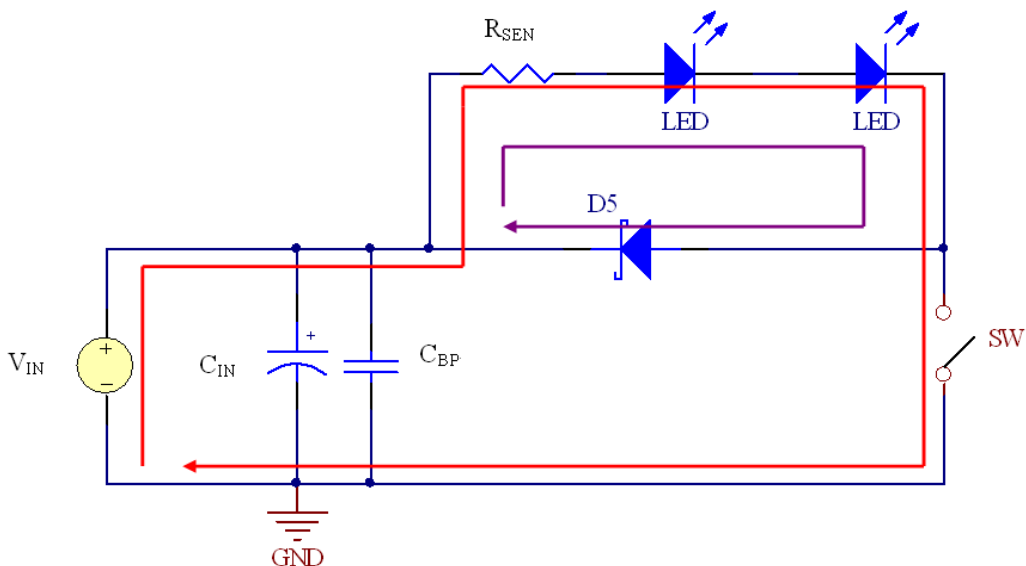

图 48 电流路径示意图
10. 为提升效率, 组件的摆置请参考图 48 所示, 以确保在 MOSFET 开启或关闭时的电流方向一致。